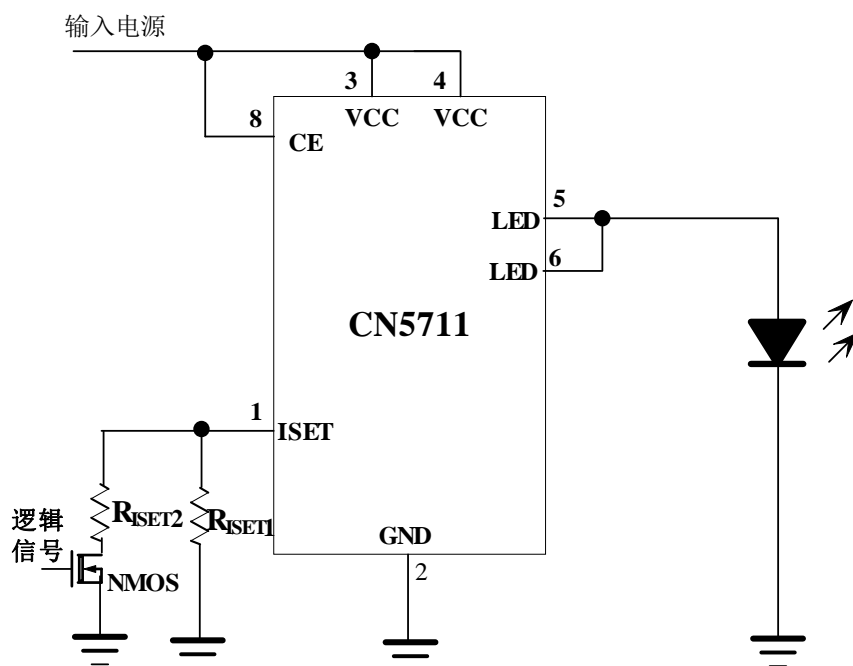

图4 用逻辑信号调整亮度
2. 用逻辑信号调整发光二极管的亮度, 如图4所示
如果只需要分几档来调整发光二极管的电流, 可以用逻辑信号来实现, 图4示出了分两个档次来调整发光二极管的电流的电路。R_{IS1}设置了流经LED管脚的最小电流, 当N沟道场效应晶体管导通时,